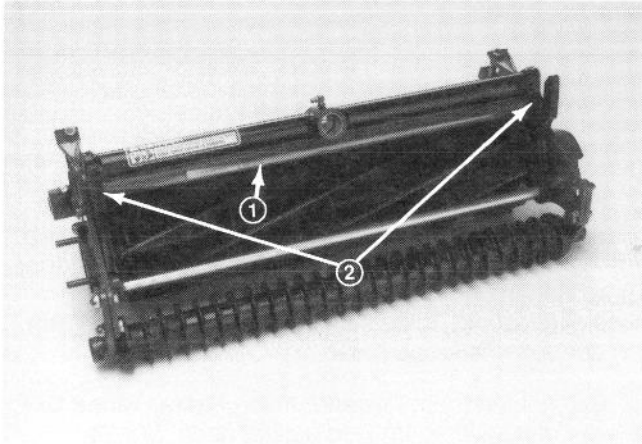

Abbildung 15
1. Die Schneideinheit in die normale Schneidestellung bringen (Abb. 15).
2. Die Schrauben und Muttern, mit denen das Auswurfblech an den Seitenplatten befestigt ist, lockern, das Blech auf die gewünschte Höhe einstellen und die Befestigungsteile wieder festziehen (Abb. 15).